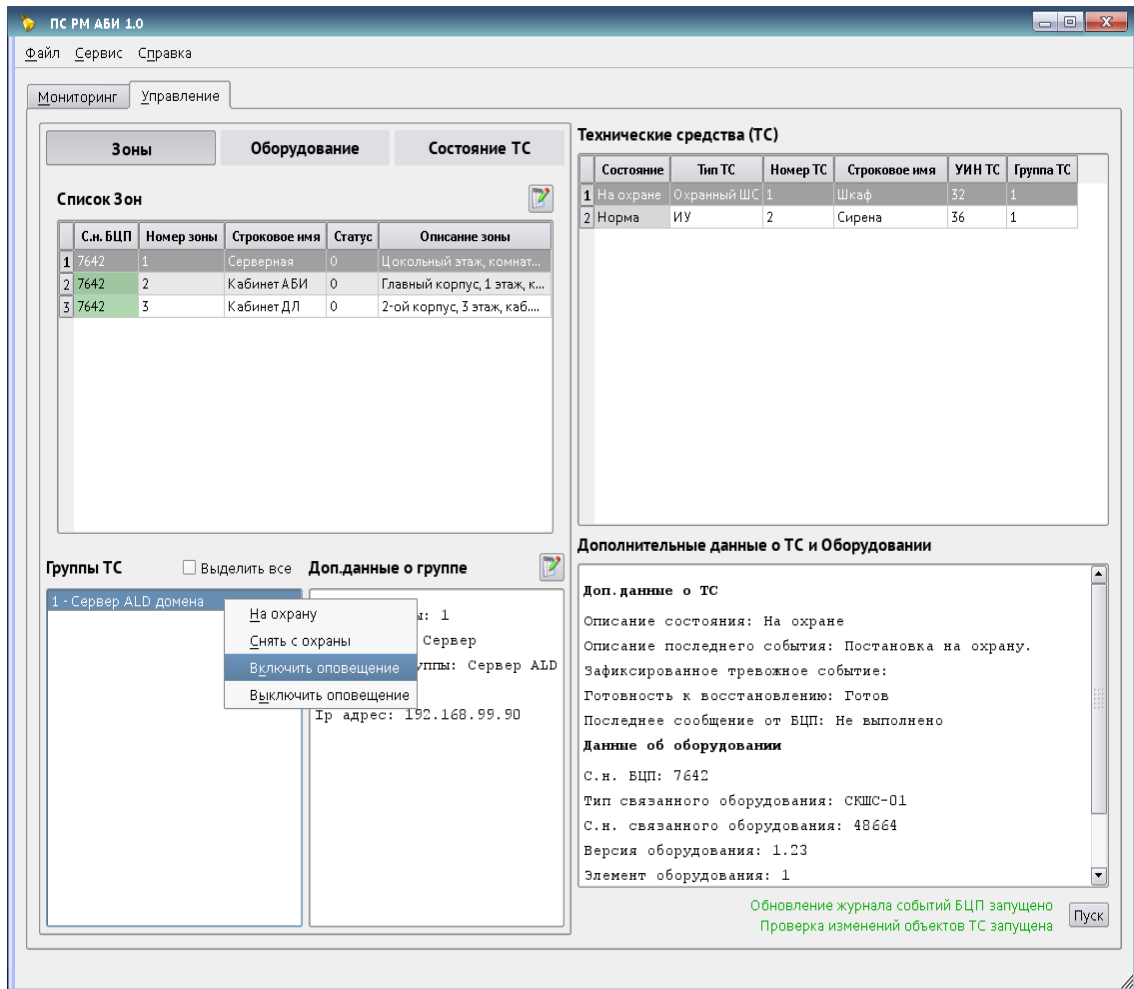

Рис. 4 – Включение оповещения
- в окне «Группы ТС» нажать правой кнопкой мыши на «АРМ нарушителя» и в появившемся окне выбрать пункт «Включить оповещение» (рис. 4). Убедиться в том, что по команде администратора на «АРМ нарушителя» происходит срабатывание светового и звукового оповещателей (комбинированного светозвукового оповещателя) (установленного в непосредственной близости от «АРМ нарушителя»).